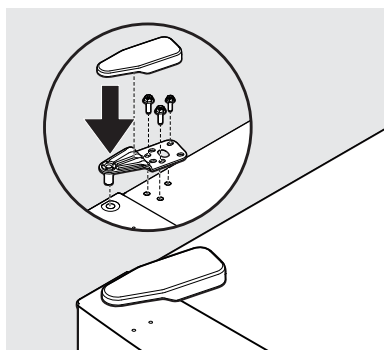

Figure 9
20. À l'aide d'un tournevis Phillips™ ou d'une clé de 5/16 po, fixez la charnière du haut avec les trois vis de 5/16 po. Remettez en place le couvercle de la charnière du haut (figure 9).